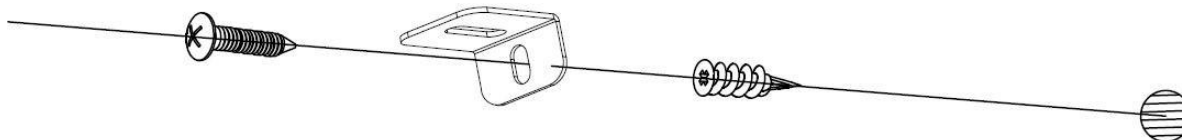

Fig 3-3
C. Installare l'ancoraggio in plastica (C) nel muro a secco, quindi installare la vite B (in dotazione) nel foro della staffa a L nell'ancoraggio a muro per impedire che il caminetto si stacchi dai ganci. (Fig 3-3)